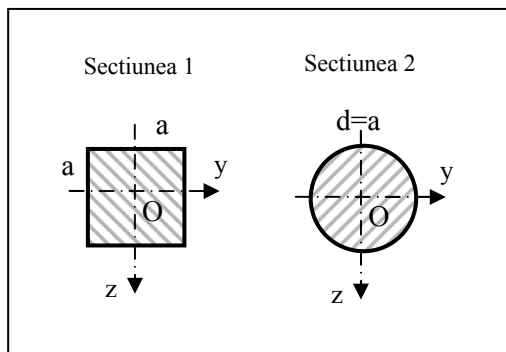

Fig. 6
07) Raportul momentelor de inerție axiale ale secțiunilor transversale din Fig. 6 este: